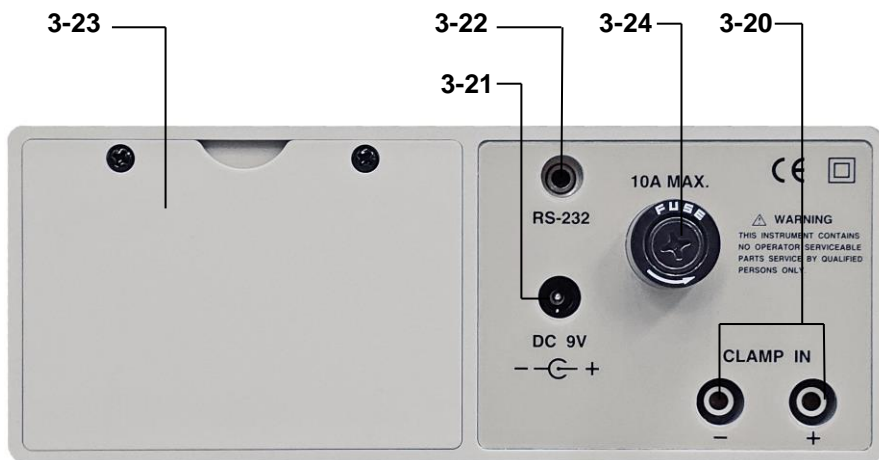

Fig.1
1. Coloque el interruptor (3-2, Fig. 1) en ENCENDIDO (ON).
2. Seleccione el interruptor "AC/V/A/Watt" (3-3, Fig. 1)
3. Coloque el interruptor "CURRENT IN" (3-6, Fig. 1) en "DIRECT".
4. No conecte ningún cable a los terminales de entrada. Si la lectura de vatios no es cero, pulse una vez el botón "WATT ZERO" (3-8, Fig. 1) y la lectura de vatios cambiará a "0".
En pantalla (3-1, Fig. 1) se mostrarán al mismo tiempo los vatios, tensión, corriente, PF (factor de potencia).
8. Durante la medición de vatios, pulse una vez el botón "COS $\phi$ /PF/Hz" (3-9, Fig. 1) y aparecerá el valor de línea de frecuencia en lugar del valor PF (factor de potencia).
Todos los procedimientos de medición son iguales que el del punto "7.1 Medición CA Vatios/V/A/PF/Hz" anterior, excepto en que deberá pulsar una vez el botón "WATT/VA/Whr" (3-7, Fig. 1) y, luego, se mostrará en pantalla VA, tensión, corriente y Hz al mismo tiempo.
Todos los procedimientos de medición son iguales que el del punto "7.1 Medición CA Vatios/V/A/PF/Hz" anterior, excepto en que deberá pulsar dos veces el botón "WATT/VA/Whr" (3-7, Fig. 1) y, luego, la pantalla mostrará el valor Wh junto con el tiempo transcurrido.
- \* La medición de Wh se parará (congelará) cuando pulse una vez el botón "DATA HOLD" (3-11, Fig. 1). Pulse este mismo botón de nuevo para continuar con la función Wh.
- \* Pulse una vez el botón "WATT ZERO" (3 – 8, Fig.1) para ajustar a cero el valor de medición de Wh y realizar de nuevo una nueva medición.
- a) Conecte la sonda de test roja al terminal V/Ohm (3-17, Fig. 1) y la sonda de test negra al terminal COM (3-18, Fig. 1).
- a) Conecte la sonda de test roja al terminal 10A (3-19, Fig. 1) y la sonda de test negra al terminal COM (3-18, Fig. 1).
2. Seleccione el interruptor "DC V/A" (3-4, Fig. 1)